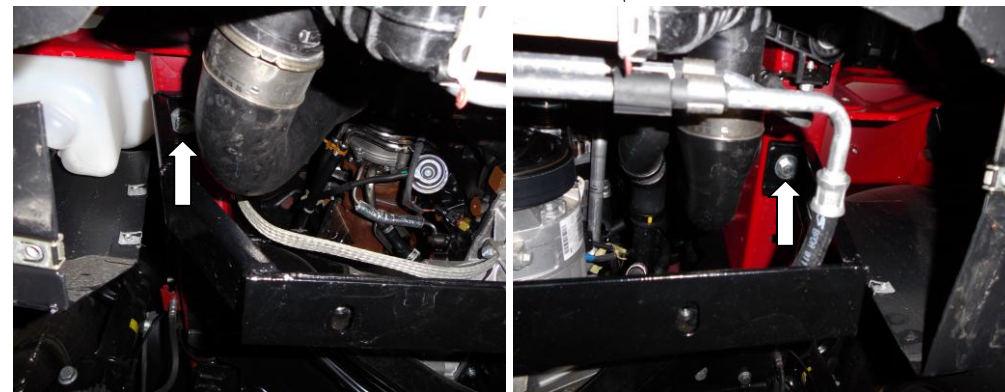

Рис.1
2. Завести планки 10 в боковые отверстия лонжеронов автомобиля, рис.1.